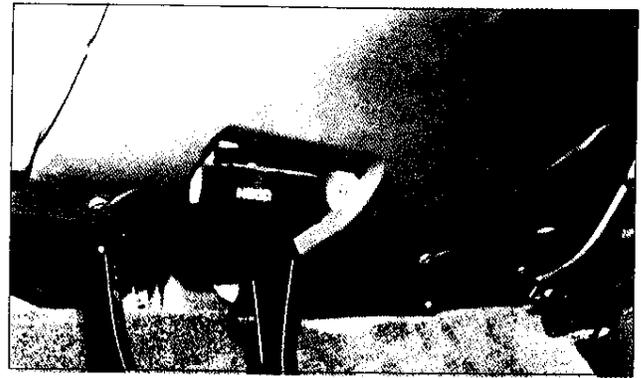

Fig. 22
- Para facilitar la instalación del colector de cables y las conexiones, saque los tres tornillos que retienen el panel del tablero de instrumentos debajo del volante, y retire dicho panel (Fig. 22).